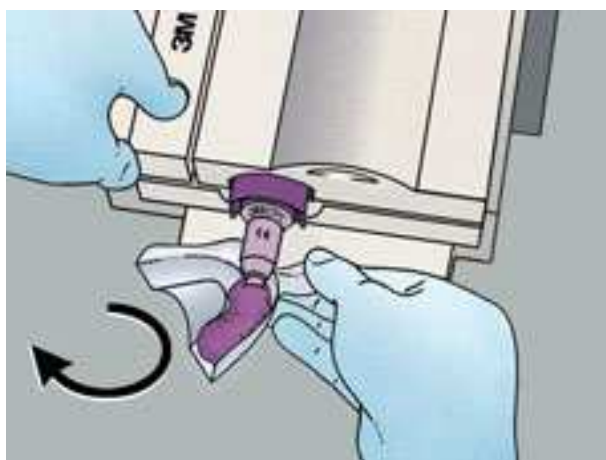

Рис. 11
- Наклоните оттискную ложку для ее наполнения. Постоянно наполняйте ложку от одного конца к другому, держа отверстие смесительного наконечника постоянно погруженным в массу (рис. 11). При необходимости, разгладьте оттискной материал шпателем.